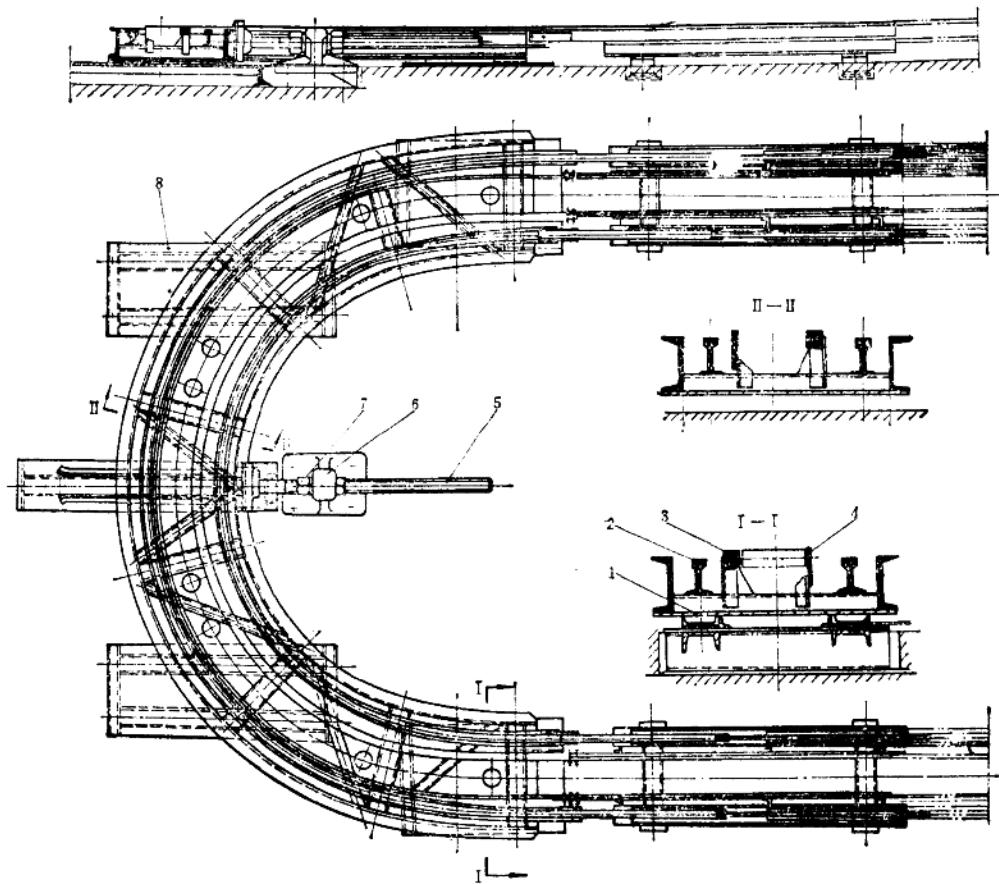
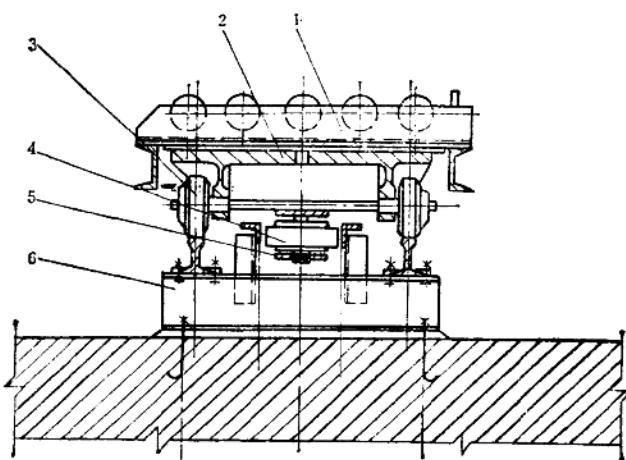

图8-1-6 牵引链条张紧装置
图8-1-7 小车
② 导向轮轴承有无研死，端盖有无松脱，导向轮因轴承损坏松动，轮缘有无严重磨损；
③ 导向轮轴端固定卡板螺栓有无松脱，卡板有无刮起或串出丢失，油嘴是否完好，油路是否畅通。
(5) 牵引链条张紧装置 (图8-1-6) 的检查
- ① 轨道活动滑板底座是否灵活，小车轨道、护轨及活动接头有无严重磨损；
- ② 张紧调节螺杆、螺母转动是否灵活，有无严重磨损，润滑及密封是否良好；
- ③ 轨道有无变形或开焊。
(6) 小车 (图8-1-7)、小车轨道及导向轮轨道的检查